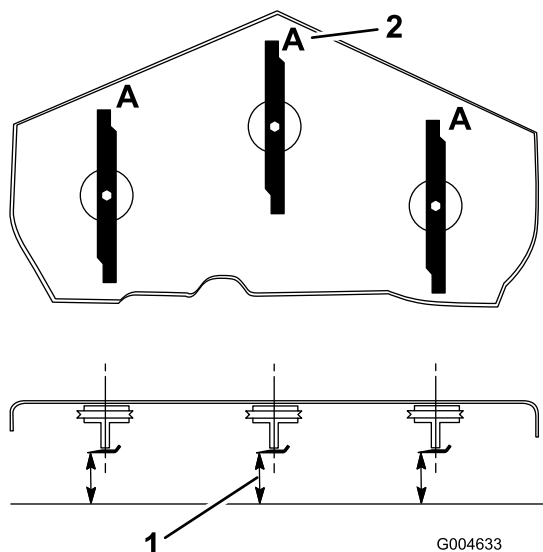

図 70
3. ブレードが前後方向を指すように回転させる (図 70)。
注 A の位置で (図 70)、平らな床面からブレードの刃先までの高さを測る。測定値を記録する。